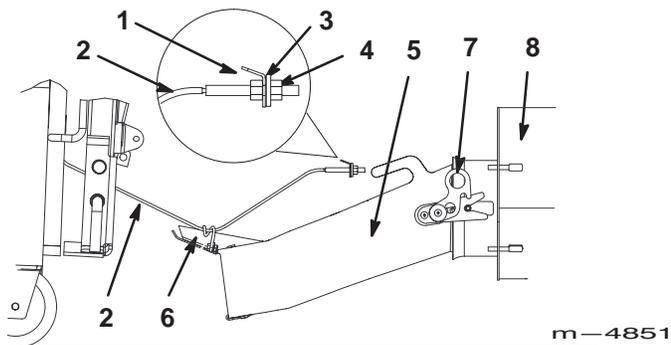

Figure 25
4. Soulevez le siège pour accéder au câble de la boîte à air. Enlevez la rondelle et l'écrou vissés à l'extrémité du câble (Fig. 25).